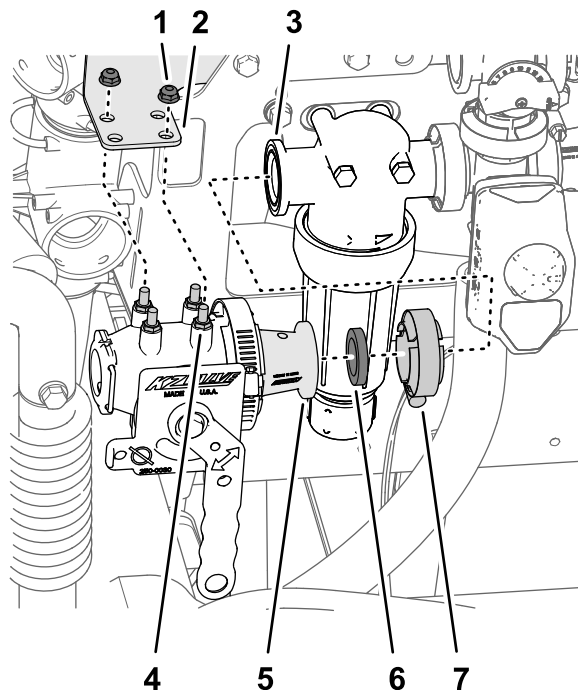

Рисунок 7
2. Совместите фланец переходного патрубка (клапан эдуктора) с фланцем головки фильтра линии нагнетания (Рисунок 7), установив между ними прокладку, снятую при выполнении пункта 2 в разделе Демонтаж шлангов \(страница 7\).
3. Вставьте шпильки головки фильтра линии нагнетания в отверстия монтажного кронштейна клапана (Рисунок 7).
4. Смонтируйте фланец переходного патрубка с фланцем головки фильтра линии нагнетания (Рисунок 7) с помощью фланцевого хомута, снятого при выполнении пункта 2 в разделе Демонтаж шлангов \(страница 7\).